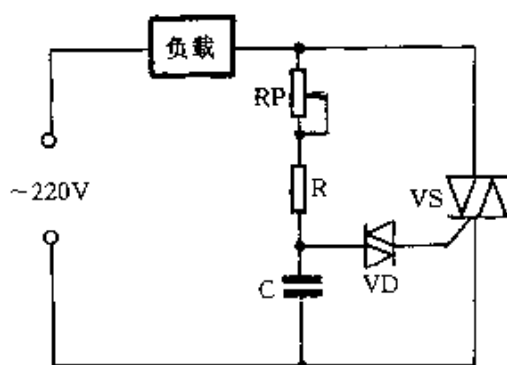

图 2-269
④ 双向晶闸管可以用作交流调压器。在图 2-269 电路中,RP、R 和 C 组成充放电回路,C 上电压作为双向晶闸管 VS 的